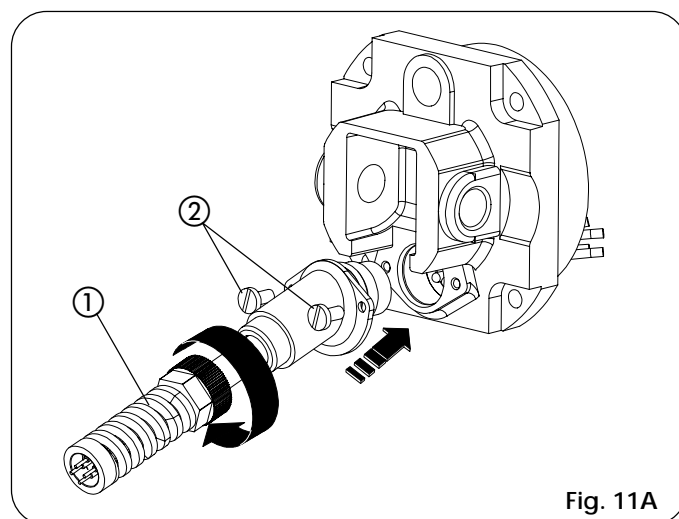

Fig. 11A
- A) Placer les deux entretoises anti-vibratiles ② sur la bride antérieure.
- B) Introduire le carter en le pressant avec force dans le couvercle postérieur ①.
- C) Fixer le carter avec la vis autotaraudeuse ③.
- D) Placer le couvercle antérieur ⑤ sur le carter et bloquer avec le bouchon FIX ④.
12) Monter le protège-câble électrique (réf. ①, Fig. 11A).
- Connecter le câble d'alimentation de l'opérateur (Fig. 11A).
- Visser les vis (réf. ②, Fig. 11A).